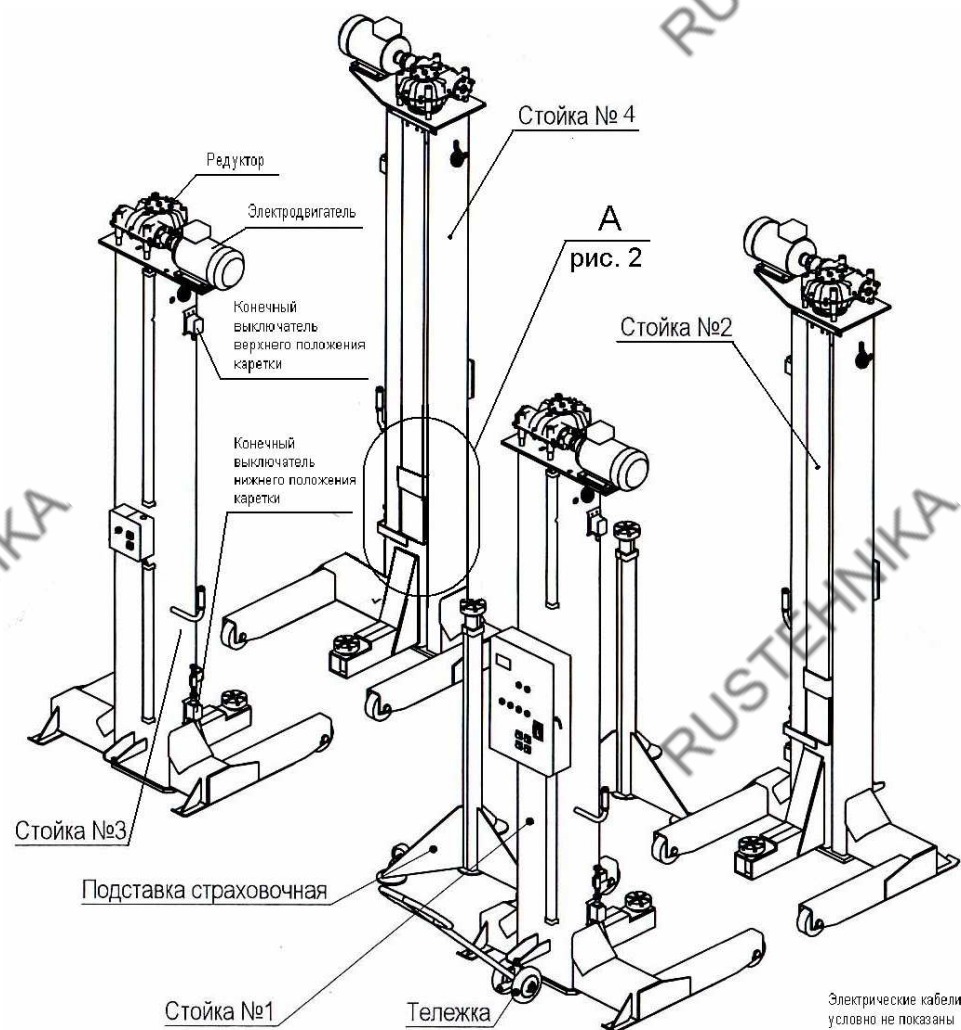
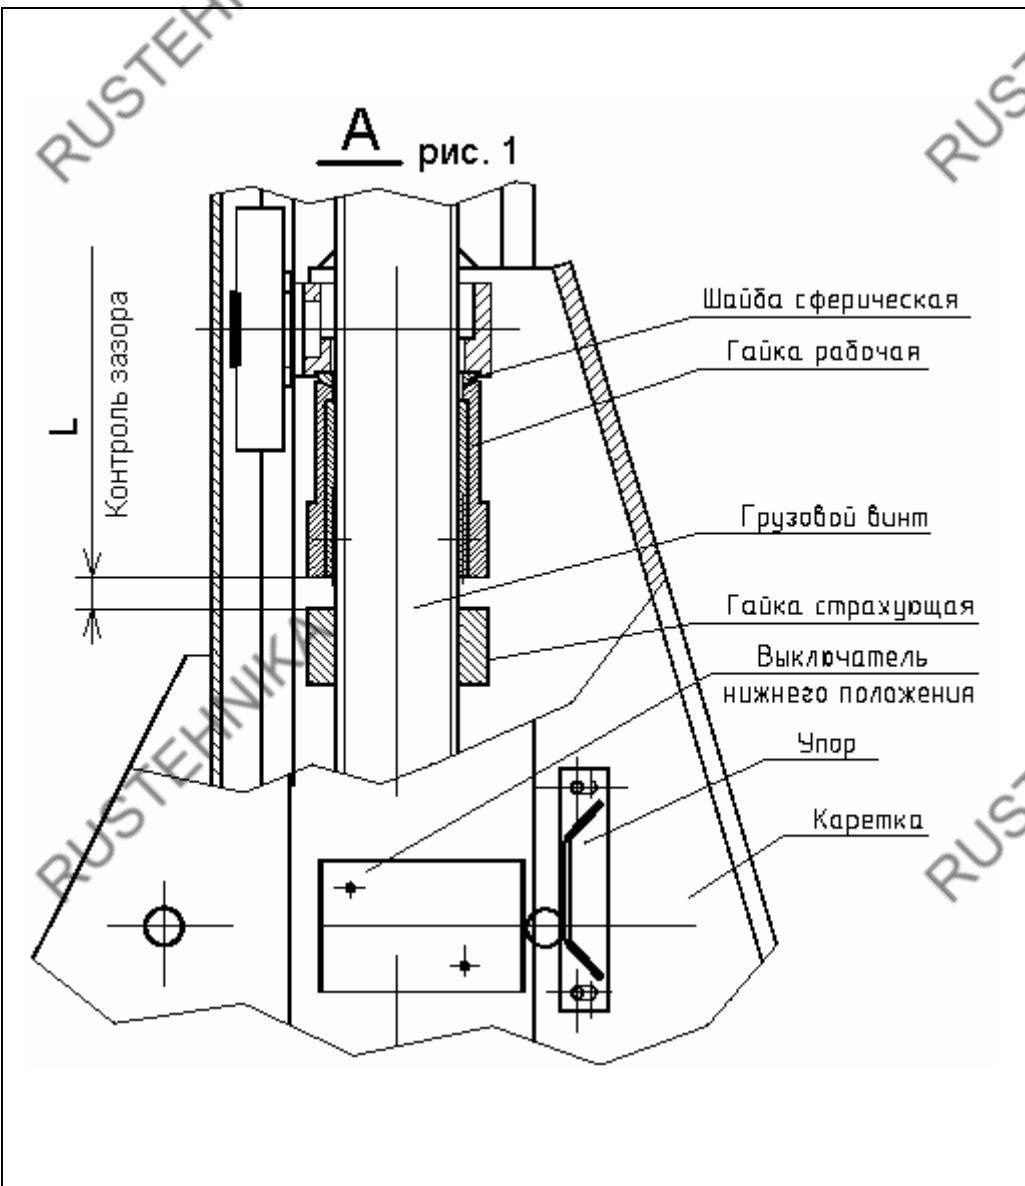

Рис. 1. Подъемник передвижной ППТ - 16
Рис. 2. Составные части подъемника передвижного ППТ - 16
4.1. Подъемник состоит из четырех стоек (см. Рис.1 и Рис.2), каждая из которых имеет электромеханический привод, каретку, грузовой винт, рабочую и страхующую гайки, конечные выключатели верхнего и нижнего положения кареток. На первой стойке установлен шкаф аппаратный, имеющий корпус с панелью электрооборудования, автоматический выключатель, лампочку «Сеть», «Авария», кнопки «Вверх» и «Вниз» для управления первой стойкой и кнопки «Вверх» и «Вниз» для управления всеми стойками одновременно. На остальных стойках установлены посты управления с кнопками «Вверх» и «Вниз» для управления данной стойкой.